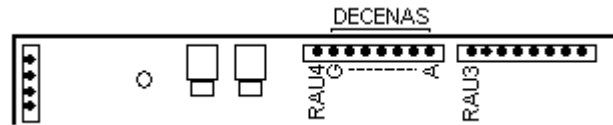

Figura 28
- 2 salidas dedicadas RAU3 y RAU4 (Figura 28): si se configuran con función 0, emiten mandos I7S3H e IMP3H, respectivamente (ver sección “Conexión de accesorios”)
- 7 salidas dedicadas correspondientes a los dígitos A .. G de la bornera “Decenas” (Figura 28): la configuración de estas salidas se habilita activando la opción de configuración “Bornes auxiliares en bornera “Decenas””.